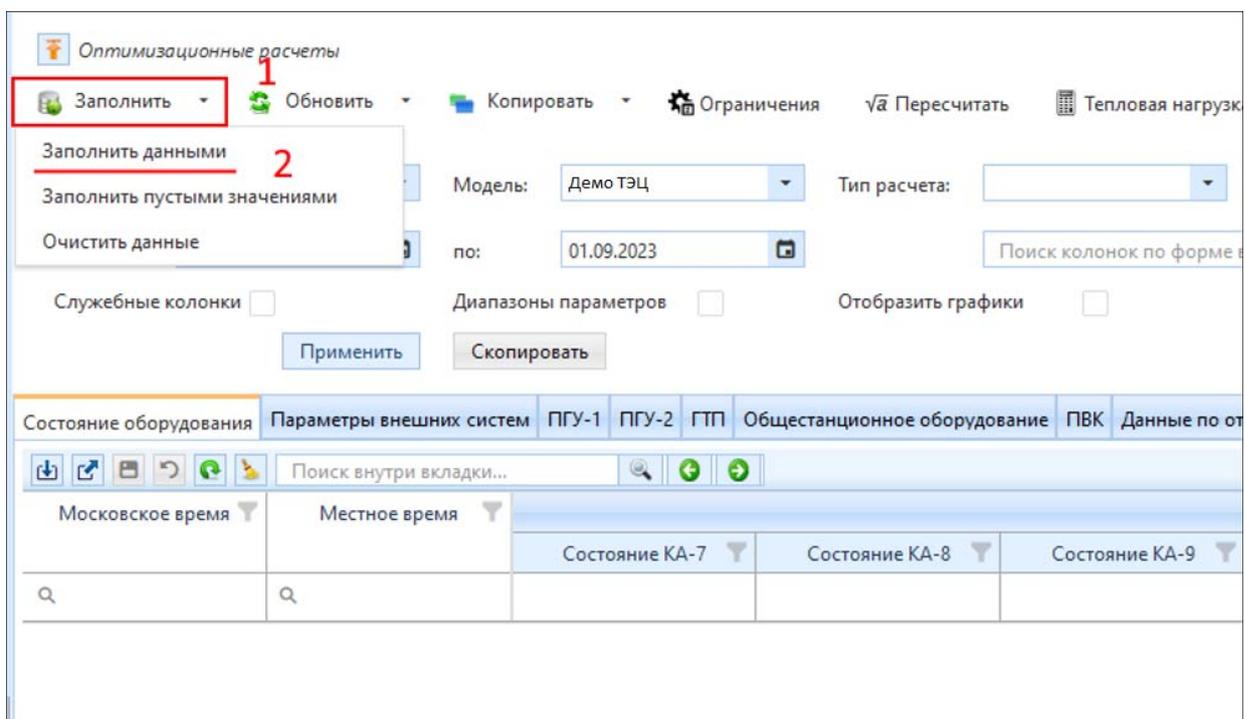

Рисунок 3.4.19 – Заполнение формы ввода
списке, после нажатия ЛКМ на пункт меню «Заполнить» (1) (рис. 3.4.19).